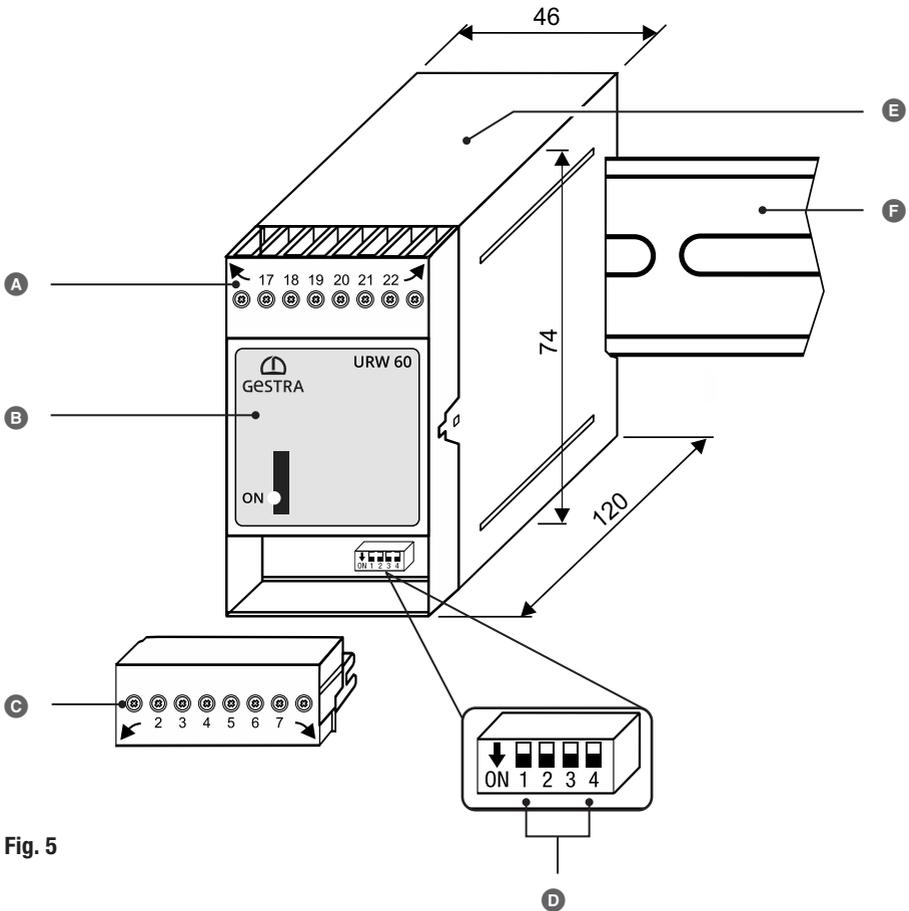

Fig. 5
Il Baud rate e il gruppo di regolazione del convertitore universale URW 60 possono sempre essere adattati sull'interruttore di codice **D** (ved. **Fig. 5**).
3. Impostare l'interruttore di codice **D** (ved. **Fig. 5**) come desiderato, ved. pagina 21, **Fig. 9**.
Per il funzionamento occorre definire sull'interruttore di codice **Ⓢ** Fig. 5 il gruppo di regolazione e il Baud rate del convertitore universale.